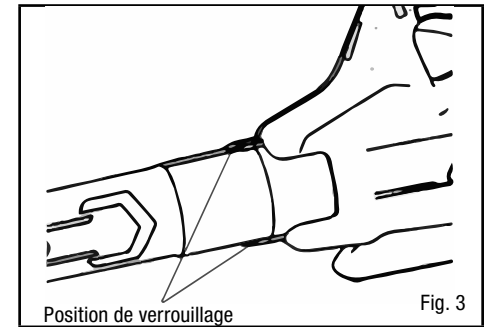

Fig. 3
2. Retirez le tube de la position de verrouillage de l'outil (Fig. 3)